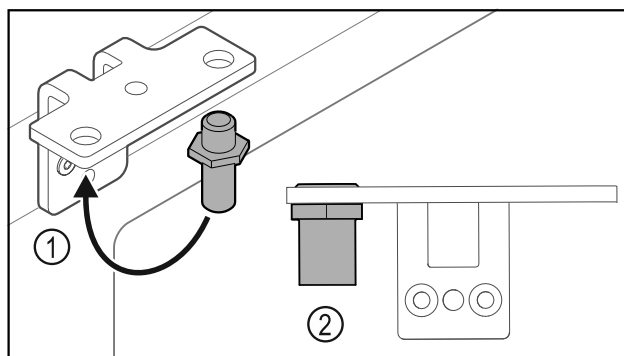

Fig. 29
- ▶ Переставьте палец Fig. 29 (1) в шарнирном уголке.
- ▶ Затяните палец Fig. 29 (2) с **моментом 12 Нм**.